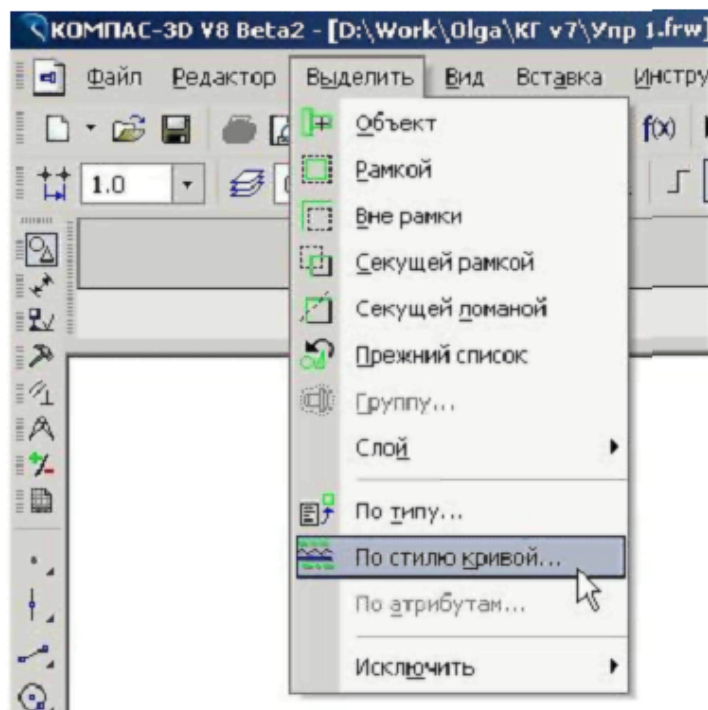
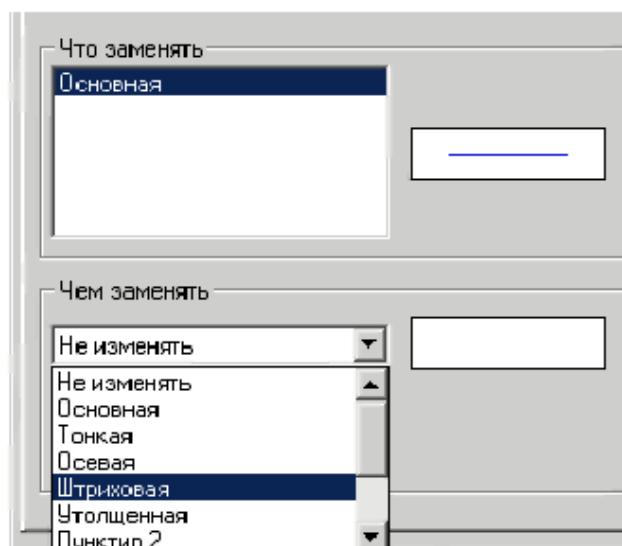

Рис. 12
Рис. 13
- Выберите команду *Сервис - Изменить стиль* (можно использовать контекстное меню) и укажите стиль «Штриховая», рис. 13).
- Активизируйте команду *Выделить - По стилю кривой*, рис. 12, - выберите стиль «Штриховая», рис. 13